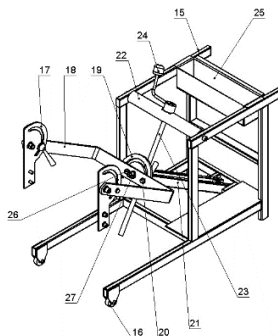

Рис. 3 Каретка в сборе
- 4.2 Каретка состоит из: сварного каркаса поз.15, на котором крепятся: два колеса поз. 16, рычаг поз. 21 и планка поз. 22. На рычаге шарнирно крепится вилы поз. 18, ось вращения винт поз. 27 и два фиксатора поз. 26 и поз. 20. На вилах закреплены планки поз. 17 (рис. 3)